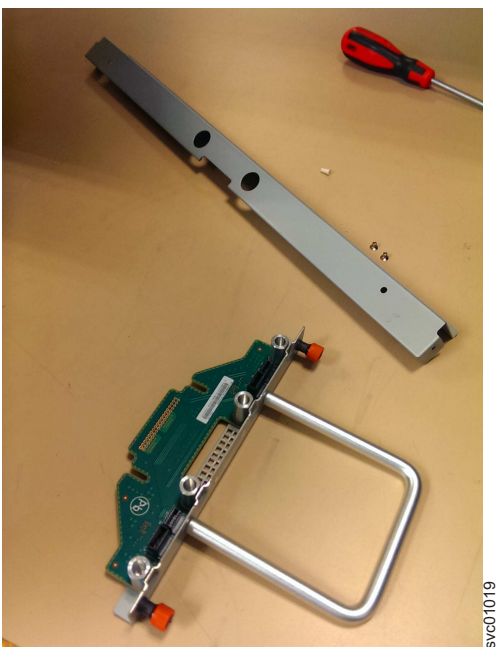

図 127. シャーシから取り外した FIB 部品
4. FIB (図 127 を参照) を安全な場所に置きます。